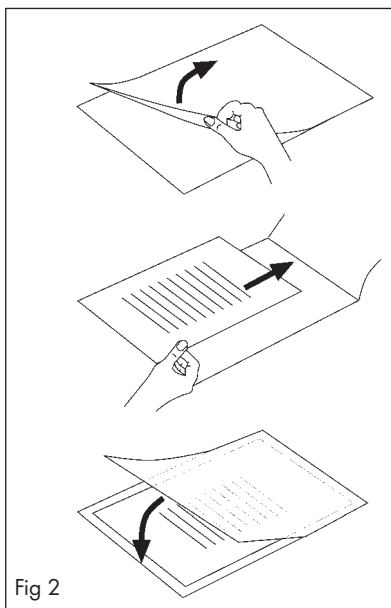

Fig 2
-  Sørg for kun at bruge én folie til laminering. Klap den op på forhånd som vist på f.eks. fig. 2.